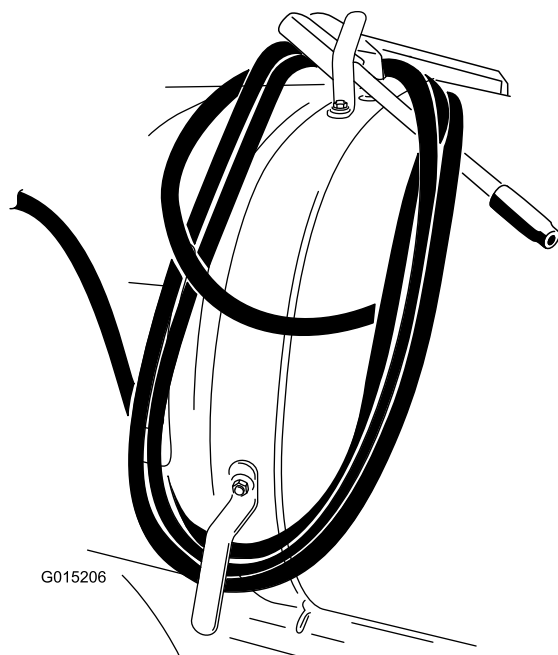

図 14
4. 図 14 のようにホースをフックに巻きつけ、ガン进行固定する。